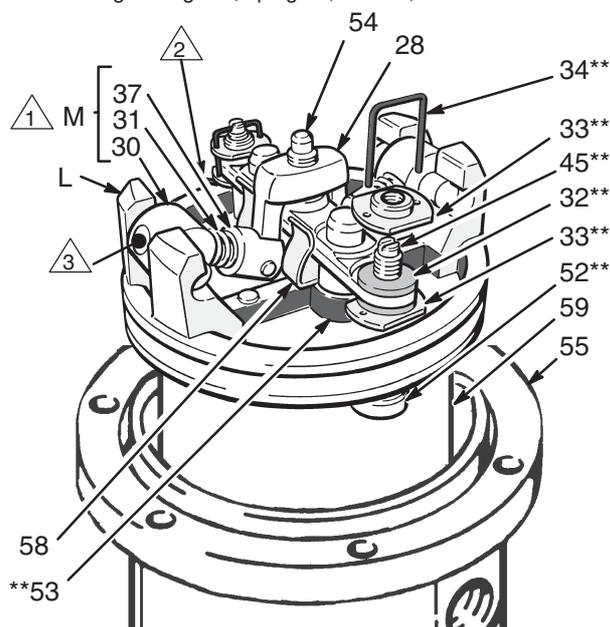

Fig. 3
8. Utilizzare un cacciavite per spingere verso la forcella dell'asta di disinnesto (28) e spingere i giunti verso il basso. ved. Fig.3.
9. Togliere i fili di fermo (34\*\*) dai dadi di regolazione (33\*\*) delle valvole di trasferimento. Svitare i dadi superiori. Svitare i gambi (45\*\*) dagli anelli di tenuta (32\*\*) e dai dati inferiori (30). Sollevare dai gambi le teste delle valvole (52\*\*) e spingere con fermezza per verificare eventuali rotture. Vd. Fig 3.
10. Afferrare il perno di articolazione (30) con le pinze. Comprimerle le molle (31) e girare il gruppo dei giunti (N) per toglierlo dalla staffa dello stantuffo (L). Togliere le parti. Controllare che il dispositivo di azionamento della valvola (35) sia tenuto dal fermaglio a molla (58), ma che si posizioni facilmente tra queste. Ved. Fig.3.
11. Togliere la forcella dell'asta di disinnesto (28), il dispositivo di azionamento (35) e l'asta di disinnesto (54). Ved. Fig. 3. Verificare possibili rotture sulle delle valvole di scarico (53\*\*). Per togliere le teste delle valvole di scarico (53\*\*), tirarle fuori e tagliarle con un coltello affilato.
5. Installare gli anelli di tenuta (32\*\*) nel dispositivo di azionamento della valvola (35). Installare l'asta di disinnesto (54) nello stantuffo (59). Collocare la forcella dell'asta di disinnesto (28) ed il dispositivo di azionamento della valvola (35) sull'asta di disinnesto. Accertare che l'o-ring (36\*) sia installato e che il dispositivo di azionamento della valvola sia supportato dai fermagli a molla (58). Riasssemblare quindi il meccanismo della valvola. Ved. Fig. 3.